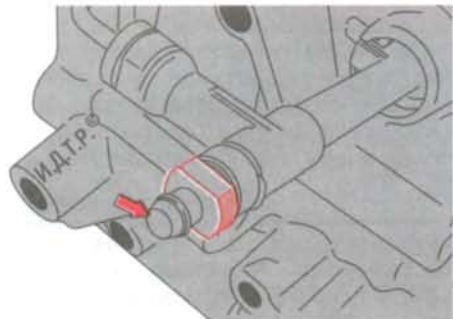

Рис. 4.8. Клапан для удаления воздуха из гидропривода сцепления
3. Снимите защитный колпачок (показан стрелкой на рис. 4.8) с клапана для удаления воздуха рабочего цилиндра сцепления.